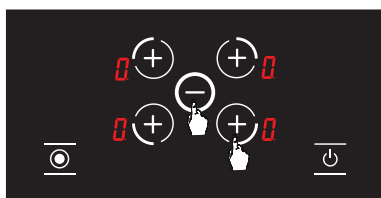

Abbildung 7
3. Kochstufe der jeweiligen Kochplatte; Kann mit Hilfe der entsprechenden Kochplattentaste und Taste zwischen 1-9 oder je nach Herdoption zwischen -9 eingestellt werden. (siehe Abb. 7)